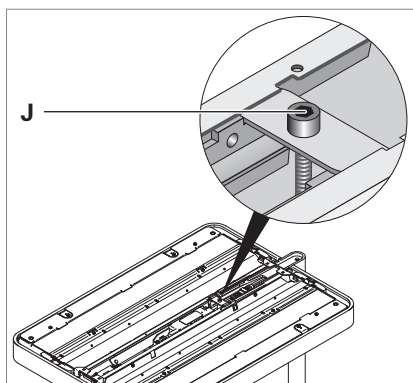

Fig. 5: Leuchtenkopf justieren.
- Drehen Sie die Justierschraube **J** so lange, bis sich der Leuchtenkopf in waagrechter Position befindet, siehe Fig. 5.